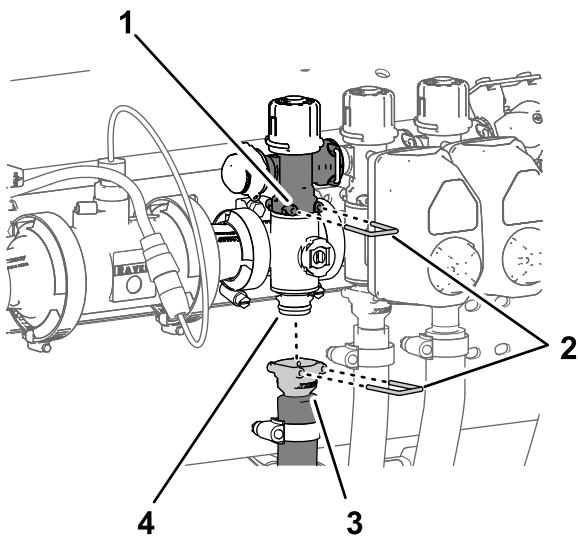

Figure 120
1. Retirez l'étrier qui fixe le raccord rapide de la vanne de dérivation de section à la vanne de section du collecteur (Figure 120)
2. Retirez l'étrier qui fixe le raccord rapide du flexible d'alimentation de section au collecteur et l'étrier qui fixe le raccord rapide de la valve du collecteur de section (Figure 120).